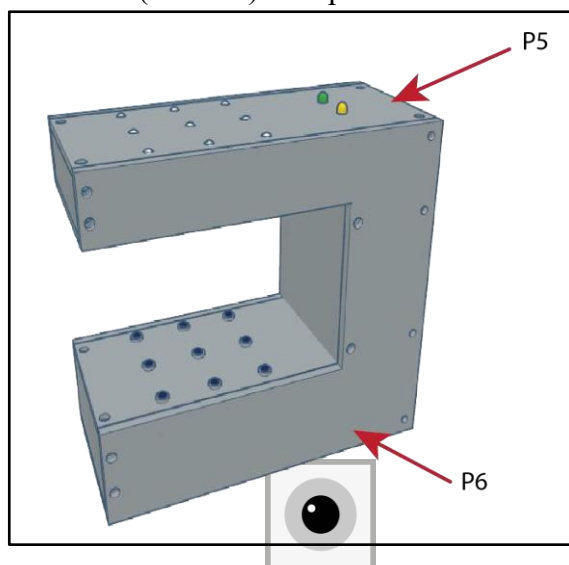

Рисунок 35. Готовый РетнаБокс
- e. Соедините детали P5 и P6 (**Рис. 35**). Сборка РетнаБокс завершена!